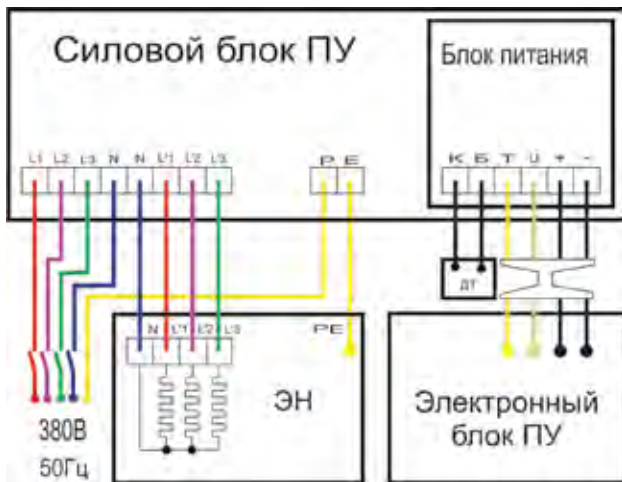

Рис.5 Схема подключения трехфазного ЭН мощностью от 6,0 до 24,0 кВт - ПУ-01М 9-12\380, ПУ-01М 15-24\380
5.4 Включение и выключение ЭГПП производится выключателем клавишного типа (поз.1 рис.5), расположенного на боковой стенке ПУ.
При подаче напряжения на ЭГПП на лицевой панели ПУ светится индикатор красного цвета (поз.2, рис.5). (модель ПУ-01МП).